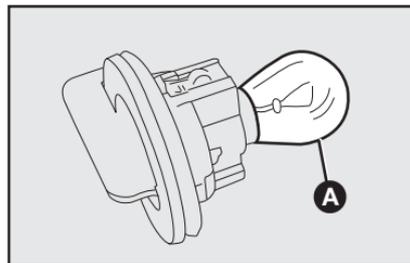

fig. 37
3) quitar la lámpara **A-fig. 37**, empujándola un poco y girándola en sentido antihorario;